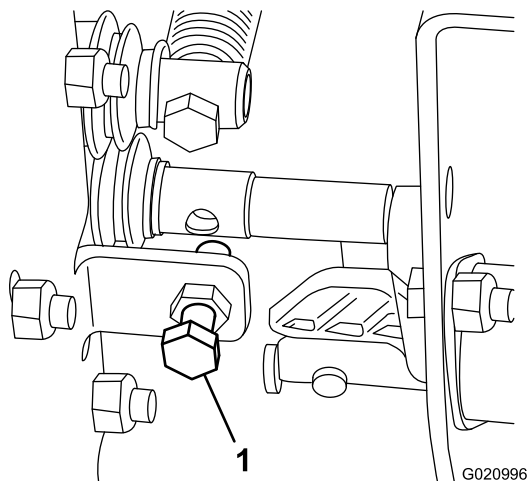

Figura 20
- Si la velocidad de elevación de la máquina es demasiado lenta o demasiado rápida, ajuste el perno indicado en Figura 20.